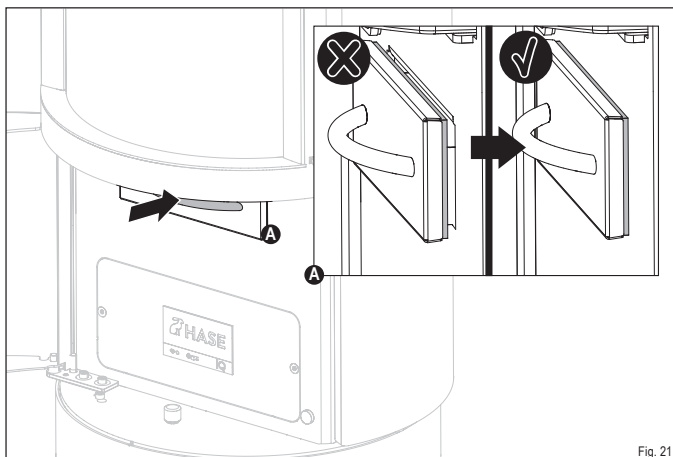

Fig. 21
Lorsque vous insérez le bac à cendres, veillez à ce que le joint soit plaqué (Fig. 21). Ainsi, le processus de combustion n'est pas perturbé par de l'air parasite.
- ✓ Faites glisser le bac à cendres dans l'ouverture de manière à ce qu'il soit hermétiquement fermé (Fig. 21).
- ▶ **Faites glisser le bac à cendres dans l'ouverture (Fig. 21).**